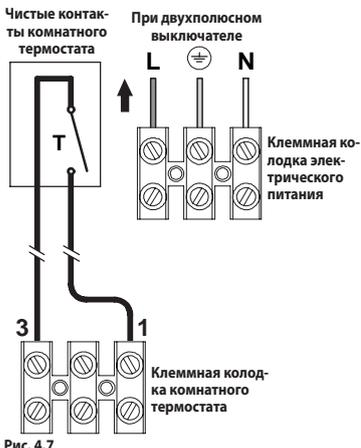

Рис. 4.7
- Подключите кабель питания, идущий от всеполюсного выключателя, к клеммной колодке подключений электрического питания котла (Рис. 4.7), соблюдая соответствие линии (коричневый провод) и нейтрали (голубой провод).
Для подключения комнатного термостата или зональных клапанов используйте клеммную колодку для подключения комнатного термостата (Рис. 4.7). Электропровода комнатного термостата или контактов микровыключателя зонального клапана должны вставляться в зажимы «1 и 3», см. Рис. 4.7. Снимите электрическую перемычку между клеммами «1 и 3».